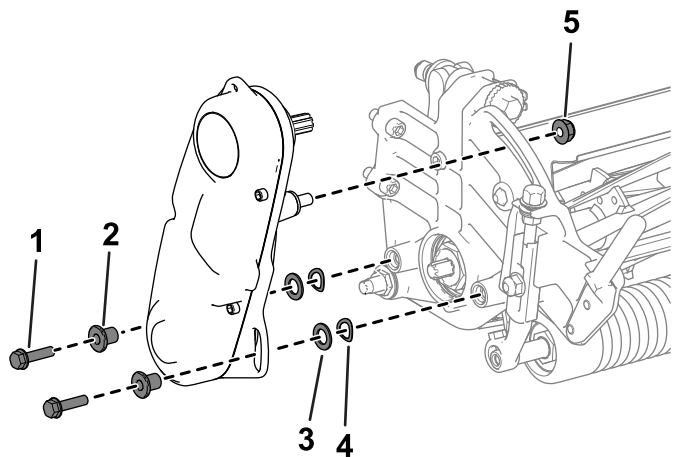

図 43
2. リール駆動アセンブリをサイドプレートに固定している部品を外す **図 43**。
3. サイドプレートから、リール駆動アセンブリ、平ワッシャ、スプリングワッシャ、スペーサを外す **図 43**。